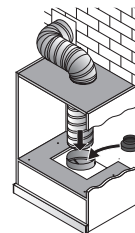

Рис. 5
5. Соедините воздуховод с выходом моторной группы вытяжки или адаптером 150/120. (Рис. 5) Выведите другой конец воздуховода в вентиляционную шахту.